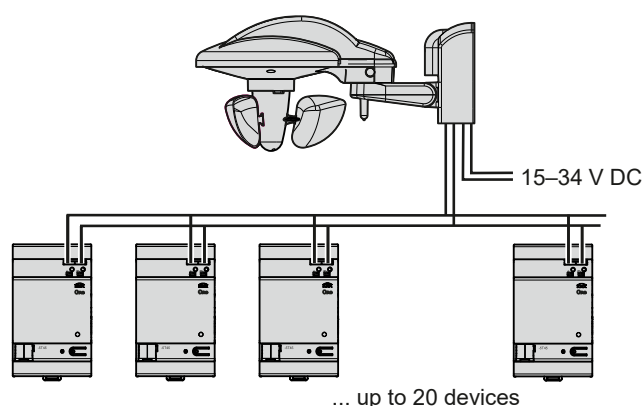

Imagen 5: Conexión del sensor meteorológico con central meteorológica
1. Central meteorológica: realice la conexión conforme a la figura Imagen 4 y Imagen 5.